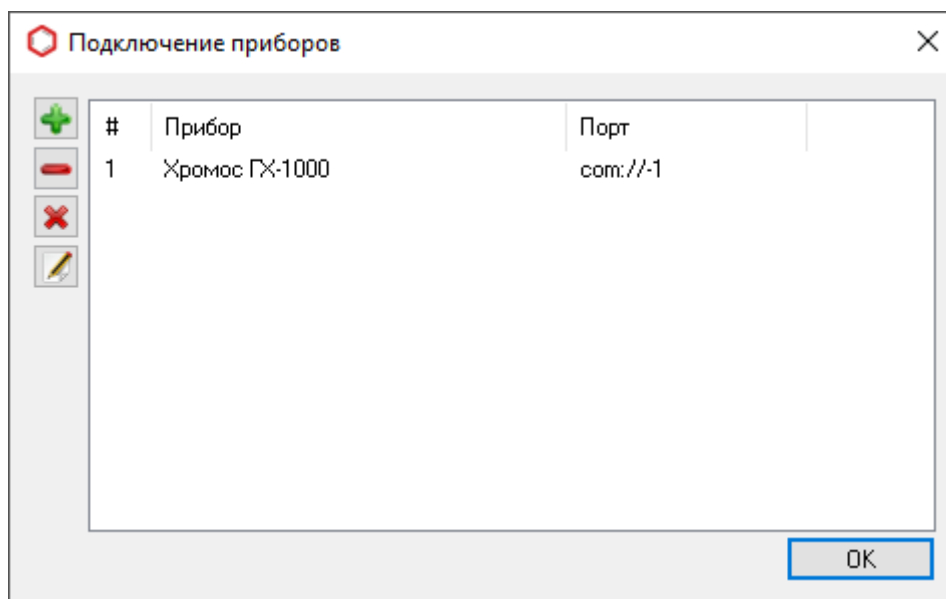

Рис. 104: Окно «Подключение приборов»
5. В ПО «Хромос», в меню *Приборы* выберите **Подключение...** Откроется окно *Подключение приборов* (Рис. 104):